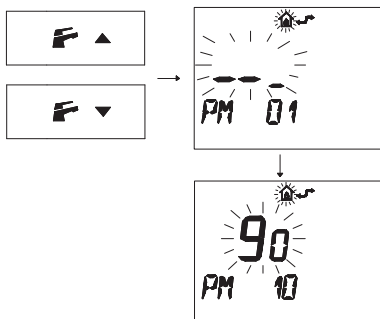

Рисунок 5.46
- Нажмите кнопку **F** ↓ или **F** ↑, чтобы вывести на дисплей код "PM10" для выбора частоты повторного включения (Рисунок 5.46).
Рисунок 5.46 показывает заданное значение **90**, которое соответствует повторному включению каждые 3 минуты. Этот параметр можно настроить от нуля до восьми с половиной минут. Каждое изменение в сторону увеличения или уменьшения соответствует 2 секундам.